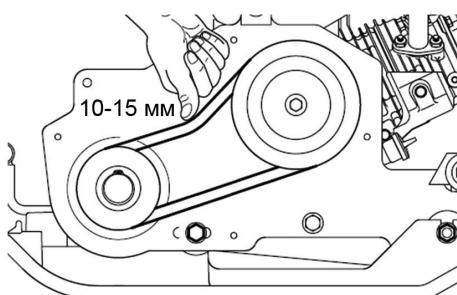

Рис. 28 Проверка натяжения ремня привода вибратора
- Правильно натянутый ремень при сильном нажатии пальцами должен прогибаться примерно на 10-15 мм (Рис. 28). мм (Рис. 28). Ослабленный или изношенный ремень уменьшает эффективность передачи мощности, что приводит к плохой трам-